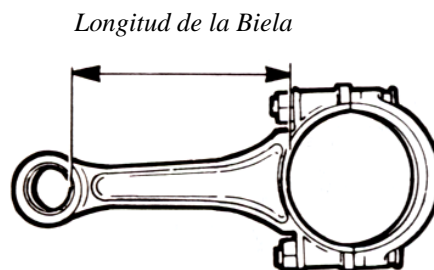

Fig. 3.33 Comprobación de la longitud de las bielas
10. Limpie y revise los pistones y las bielas: Utilizando un expansor de anillos, saque los anillos del pistón. Quite los anillos de retención y saque el bulón del pistón. Inspeccione los pistones por regiones desgastadas, grietas o excesivo desgaste de las ranuras de los anillos. Compruebe la longitud de la biela midiéndola desde el interior del extremo grande hasta el interior del extremo pequeño utilizando calibradores. Todas las bielas deben tener la misma longitud (Ver Fig. 3.33).